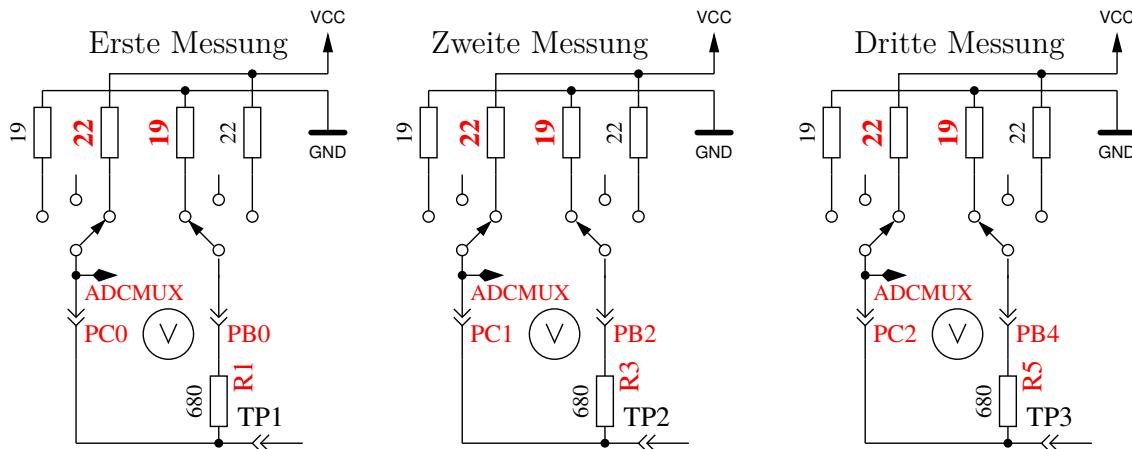

Abbildung 5.67. Messung des Innenwiderstandes des auf VCC geschalteten Port-C-Ausgängen.
9. Messung des Innenwiderstandes von auf VCC geschalteten Port-Ausgängen. Der benötigte Strom wird von auf GND geschalteten 680Ω -Widerständen geliefert. Es ist die gleiche Messung wie die in Test 8 zur anderen Seite, wie in Abbildung 5.67 gezeigt wird. Der Innenwiderstand wird wie folgt berechnet: Um den Strom zu berechnen: $(5001 - (\text{Ergebnis von Test8}) - (\text{Ergebnis von Test9})) / 680$. Die Widerstandswerte ergeben sich, wenn die gemessene Spannung durch diesen Strom dividiert wird. Das Ergebnis für diesen Test wird dann in Zeile 1 mit dem Text „RI_Hi=“ in Ω angezeigt, der Innenwiderstand zur GND-Seite wird in Zeile 2 mit dem Text „RI_Lo=“ angezeigt. Diese Werte werden ab Software-Version 1.06k bei jeder Messung neu bestimmt und hier nur dargestellt.